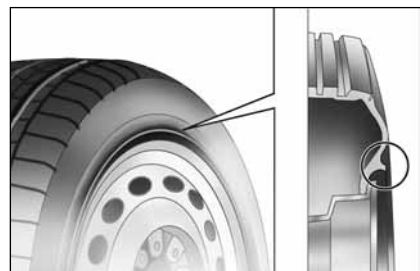

fig. 6
## PNEUMATICI RIM PROTECTOR fig. 6
***Nel caso di utilizzo di coppe ruota integrali fissate (mediante molla) al cerchio in lamiera e pneumatici non di primo impianto, after sale, dotati di rim protector (vedere fig. 6), NON montare le coppe ruota. L'uso di pneumatici e coppe ruota non idonei potrebbe portare alla perdita improvvisa di pressione del pneumatico.***